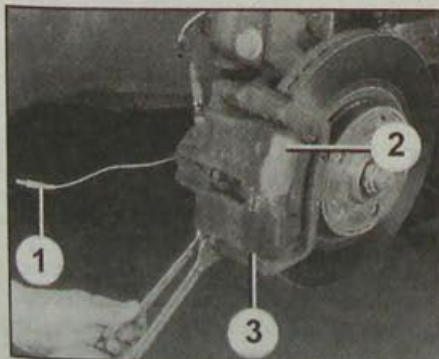

Рис. 12.2. Отворачивание болта крепления направляющего пальца: 1 – разъем датчика износа; 2 – суппорт; 3 – держатель суппорта
- С помощью двух ключей отверните болты крепления направляющих пальцев (рис. 12.2). Не используйте эти болты повторно.